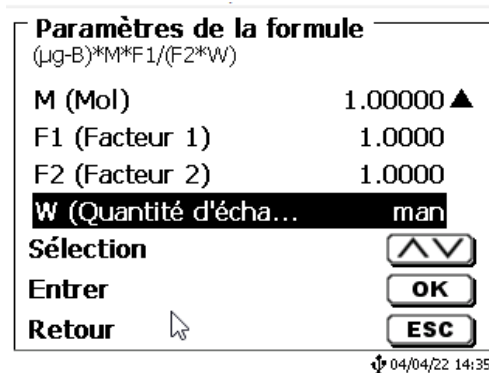
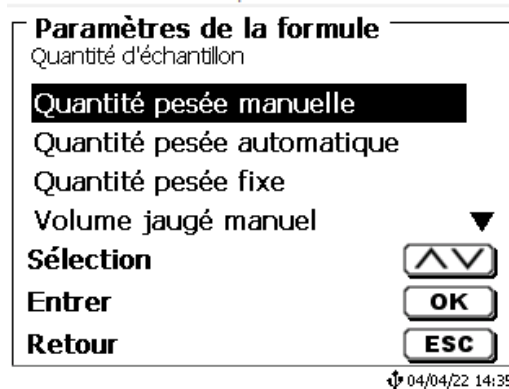

Fig. 48
Fig. 49
Pour la quantité d'échantillon (W) (Fig. 48), l'utilisateur choisit s'il désire utiliser une quantité pesée ou un volume d'échantillon pour le titrage ou la préparation de la solution (Fig. 49).